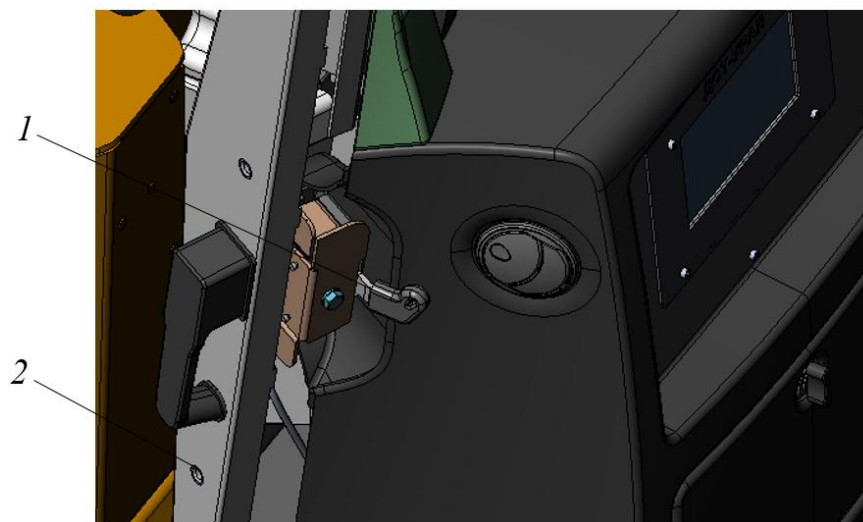

Рисунок 3.50. Открытие двери кабины
- Нажать на рычаг замка двери сверху, см. поз. 1рис. 3.50. толкнуть дверь 2 от себя.